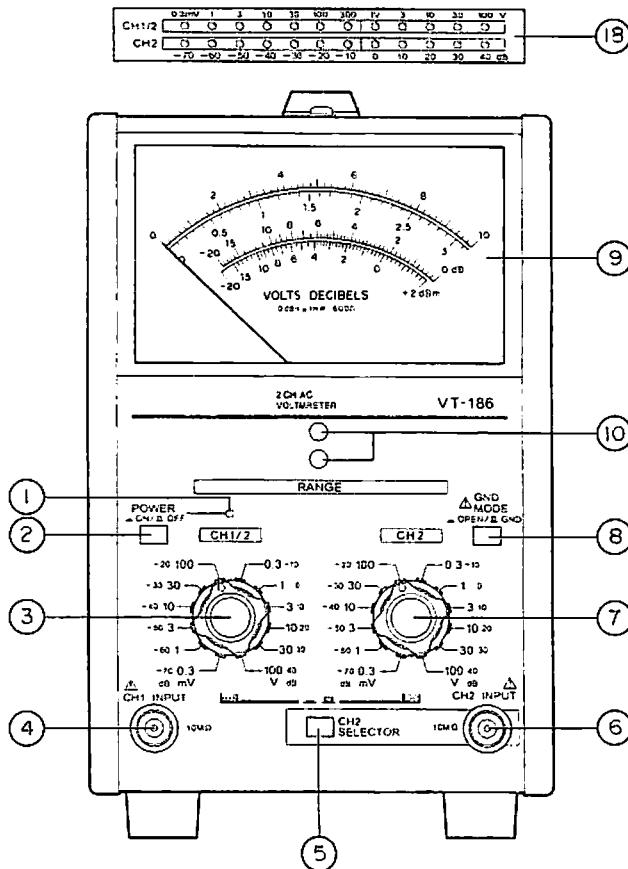
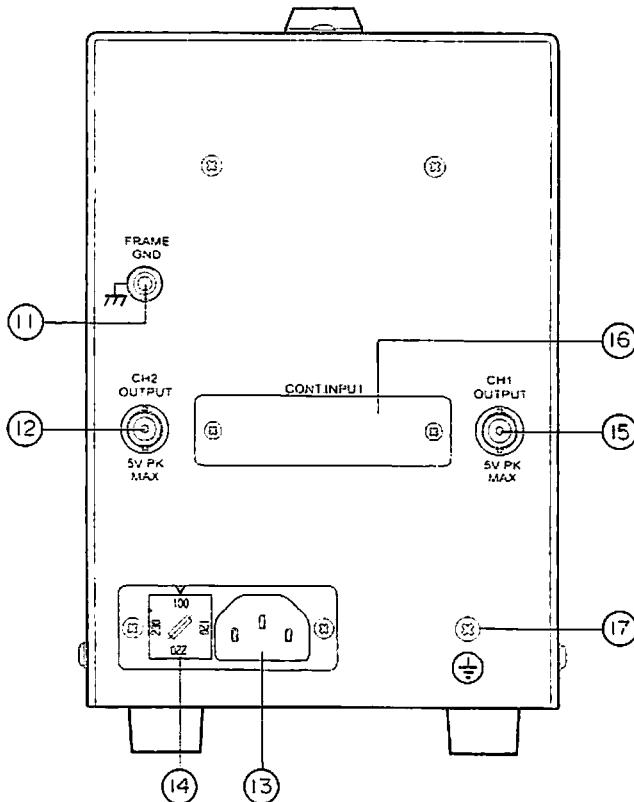

図 1
図 2
単独（図1） — 連動（図2）切換えスイッチ
⑧ GND MODE 図1 OPEN/ 図2 GND